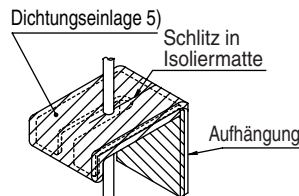

Abb. 6
- (5) Isolieren Sie die vier Aufhängungen mit den Isoliermatten. (Zubehör 5) Isolieren Sie die Aufhängung so, dass Oberfläche und Kanten der Aufhängung nicht mehr sichtbar sind. (Siehe Abb. 6)